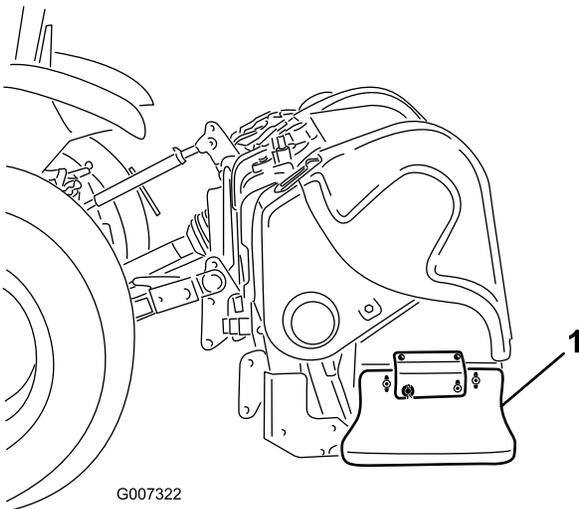

Bild 35
1. Lösen Sie die Schrauben und Muttern, mit denen das seitliche Schutzblech am Rahmen befestigt ist (Bild 35).